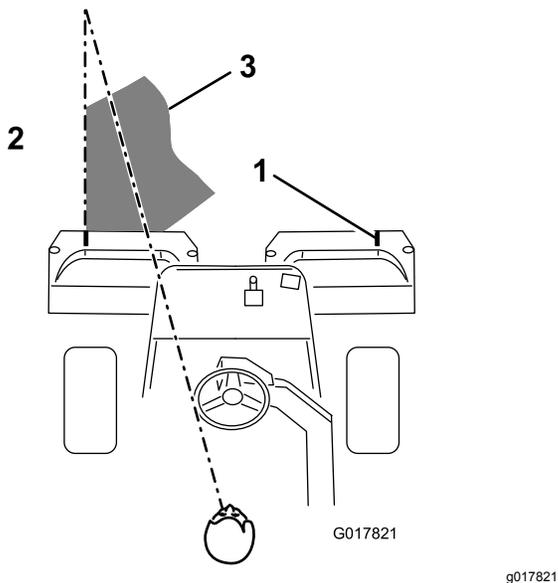

Figura 39
3. Debe haber un solape mínimo con las pasadas anteriores. Para ayudar a mantener una línea recta a través del green y mantener la máquina a la misma distancia de la pasada anterior, establezca una línea imaginaria desde un punto situado a 1,8–3 m aproximadamente por delante de la máquina, hasta el borde de la parte no segada del green (Figura 39). Puede ser útil incluir el borde exterior del volante como parte de la línea imaginaria, es decir, mantener el borde del volante alineado con un punto que se mantiene siempre a la misma distancia de la parte delantera de la máquina (Figura 39).